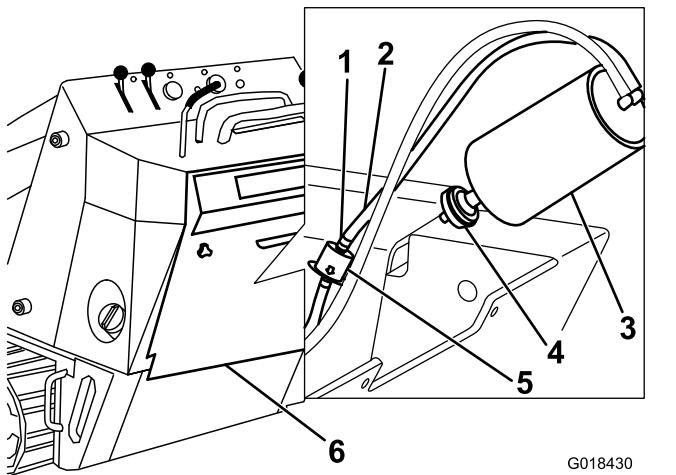

Figura 33
- Retire y deseche el filtro de aire del cartucho de carbón (Figura 33).
5. Instale un filtro nuevo en el cartucho de carbón (Figura 33).
- Aleje del filtro las abrazaderas de muelle de ambos lados del filtro del tubo de purga del cartucho de carbón (Figura 33).
- Retire y deseche el filtro del tubo de purga (Figura 33).
- Instale un filtro nuevo en el tubo con la flecha del filtro apuntando en el sentido opuesto al cartucho de carbón, y sujetelo con las abrazaderas (Figura 33).